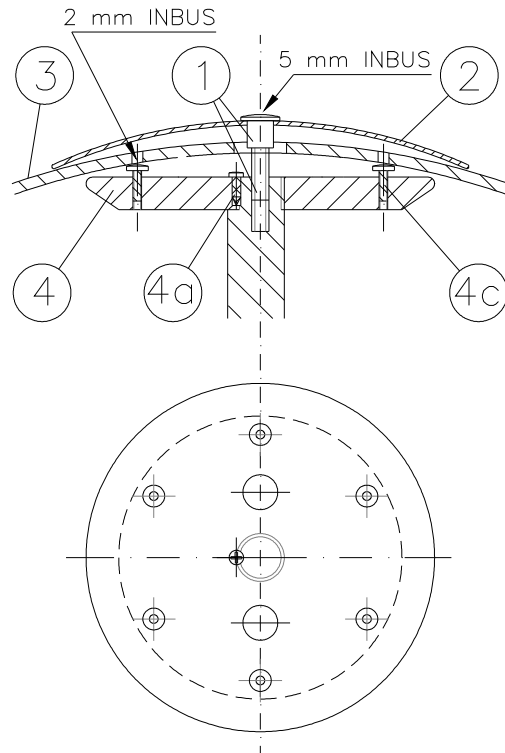

Abb. 4
1. Acrylglasshaube (3) ca. 5 cm motorisch anheben und Verschlussmutter (1) mit beiliegendem Imbusschlüssel lösen.
3. Verschlusskappe (2) entfernen. Acrylglasshaube (3) mit 2 Personen abheben und auf weichem Untergrund lagern.
4. Arretierungsschraube (4a) des Auflagetellers (4) entfernen und Auflageteller links herum abdrehen (siehe Abb. 4).
6. Türen (38) öffnen, lösen der Transportsicherung und durch Anheben der Wippe am Scharnier den Bandarm mit Tür abheben.
8. Displayteller (10), Umluftführung (11) und Lüfterplatte (12) über die Mittelstrangverkleidung (16) nach oben entfernen.
9. Schaumstoffringe entfernen (13).
10. Schrauben (15a) lösen und Motorträger (15) mit Hubmotor (20) nach oben herausziehen.
11. Mittenzylinder (19) nach oben abheben.